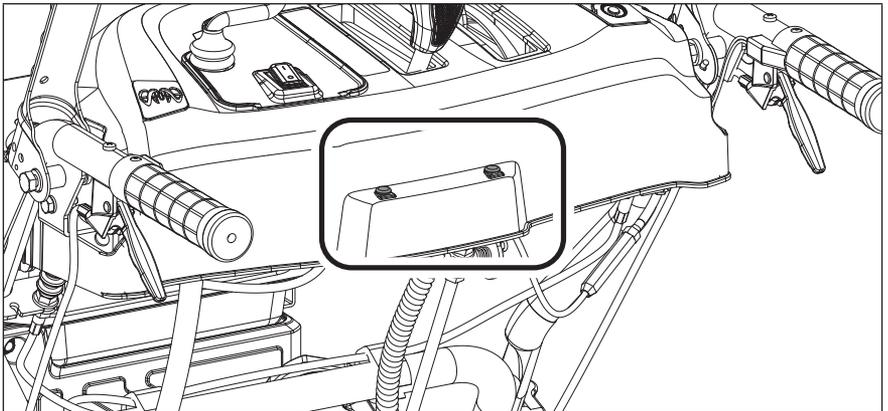

Figure 36
2. Si les vis sans fin ne tournent pas, vérifiez si les goupilles sont cisillées. Les goupilles de cisaillement et les pinces de remplacement se trouvent sur le panneau de commande et dans la pochette du manuel. (Fig. 36)